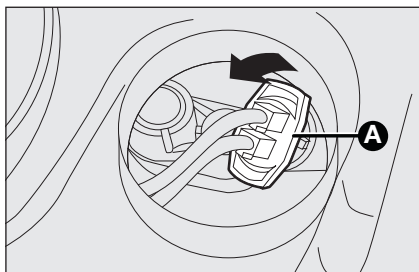

fig. 18
- rotiți în sens contrar acelor de ceas suportul becului **A-fig. 18** și defiletați-l;